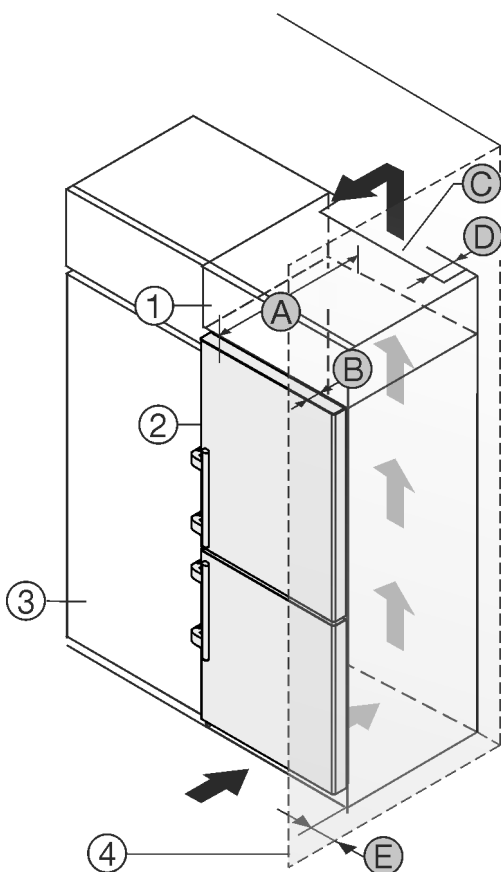

Fig. 2
- (1) Nástavná skříňka\*
- (2) Přístroj\*
- (3) Kuchyňská skříň\*
- (4) Stěna\*
- (A) Hloubka přístroje\*
- (B) Hloubka dvířek\*
- (C) Ventilační průřez\*
- (D) Vzdálenost zadní strany přístroje\*
- (E) Vzdálenost ke straně přístroje\*
Můžete přístroj nainstalovat přímo vedle kuchyňské skříňky *Fig. 2 (3)*.\*
Na zadní straně nástavné skříňky musí být větrací šachta hluboká *Fig. 2 (D)* přes celou šířku nástavné skříňky.\*
Pod stropem místnosti musí být dodržen ventilační průřez *Fig. 2 (C)*.\*
Když přístroj instalujete závěsy vedle stěny *Fig. 2 (4)*, musí být vzdálenost mezi přístrojem a stěnou minimálně 57 mm. To odpovídá přesahu madla při otevřených dveřích.\*
Aby bylo možné dvířka plně otevřít, musí přístroj přesahovat o hloubku dvířek *Fig. 2 (B)* vůči přední linii kuchyňské skříňky. V závislosti na hloubce kuchyňských skříněk *Fig. 2 (3)* a použití vymezovačů odstup od stěny může přístroj vyčnívat dále.\*